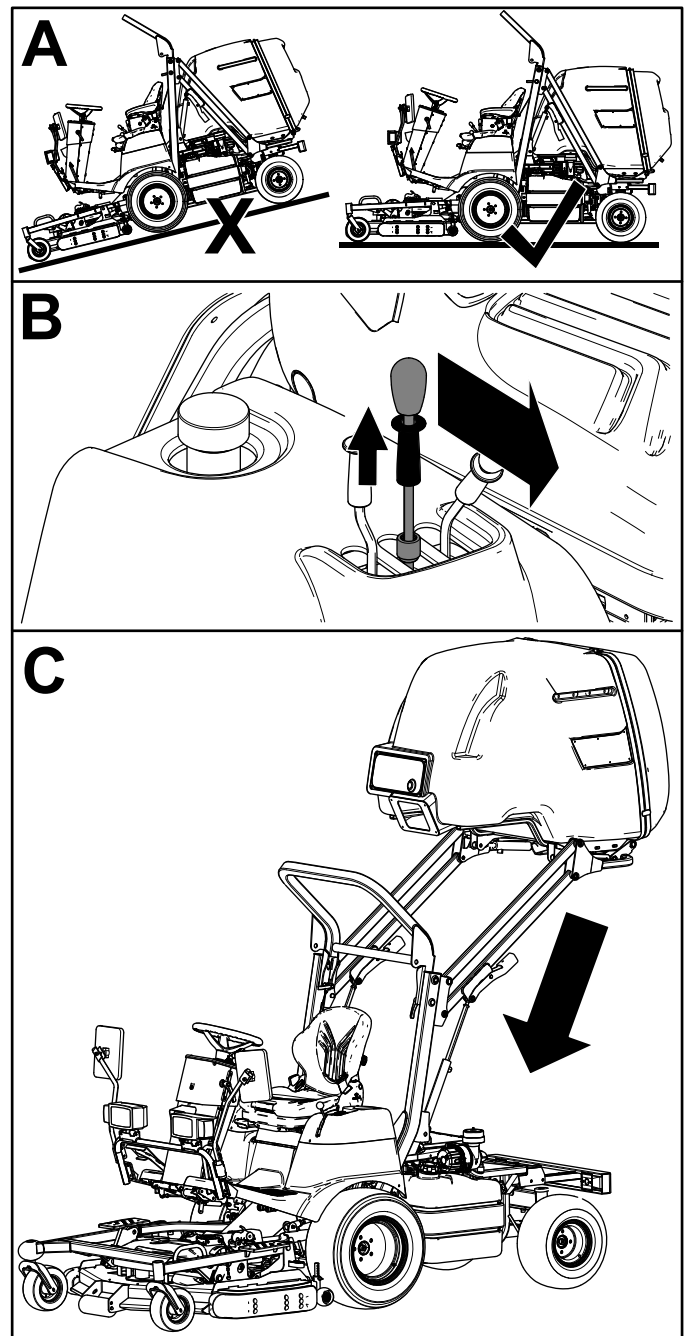

Bild 24
2. Ziehen Sie die Arretiermanschette am Fangbox-Hubhebel nach oben und schieben Sie den Hebel ganz nach vorne, um die Fangbox abzusenken (Bild 24).